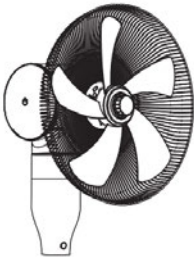

Bild 7
5. Schrauben Sie die Sicherungsschraube aus der Sicherung am Rahmen heraus und lösen die Klemme. Befestigen Sie das vordere und hintere Gitter mit Hilfe des Rahmens. Schließen Sie die Klemme so, damit die Klipps zwischen einzelne Gitterdrähte ineinander fallen. Fixieren Sie die Klemme mit der mitgelieferten Schraube (siehe Bild 7 und 8).